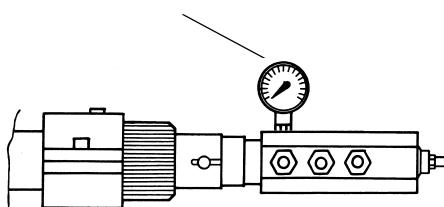

Fig. 19
- (RD) I Alta fiamma
- (BU) II Sosta
- (OG) III Bassa fiamma
- (YE) IV -
- (BK) V -
- (GN) VI -
- 9 La pressione di alimentazione ugello è già pre-tarata in fabbrica e non deve essere cambiata. Solo se necessario, regolare la pressione di alimentazione (vedi relativo paragrafo) nel modo seguente: inserire un manometro nella posizione indicata in Fig. 19 agire sulla vite di regolazione VR della pompa (vedi Fig. 18) fino ad ottenere una pressione all'ugello pari a 25 bar (vd. grafico a pag. 20);